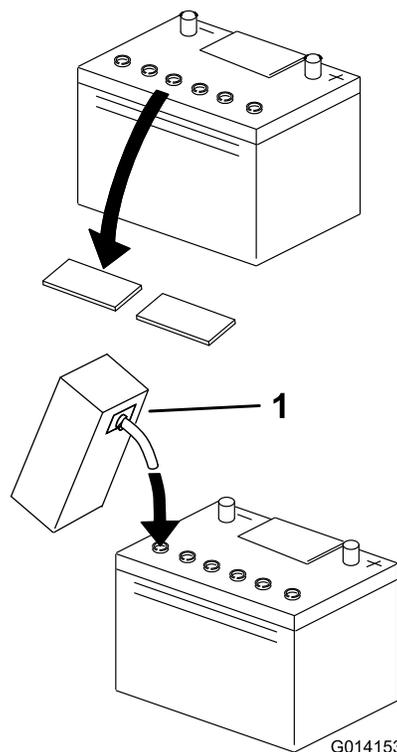

**Figure 3**
2. Détachez la sangle qui retient le couvercle de batterie sur le compartiment de batterie (Figure 3).